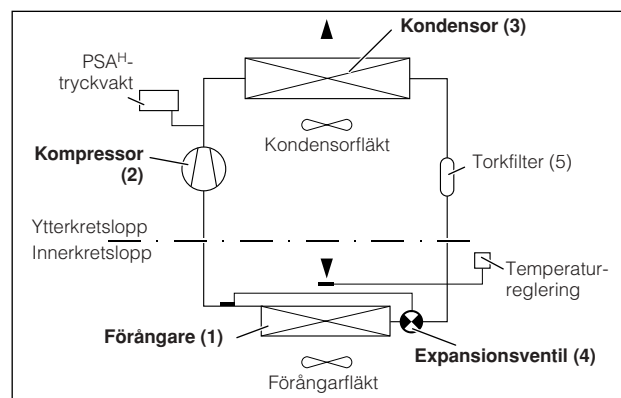

Bild 2: Kylkretslopp
Kylaggregatet (kompressionskylanläggning) består av fyra huvudkomponenter (jmf. bild 2): förångare (1), köldmediekompressor (2), kondensor (3) och styr- resp. expansionsventil (4), som är förbundna med rörledningar.